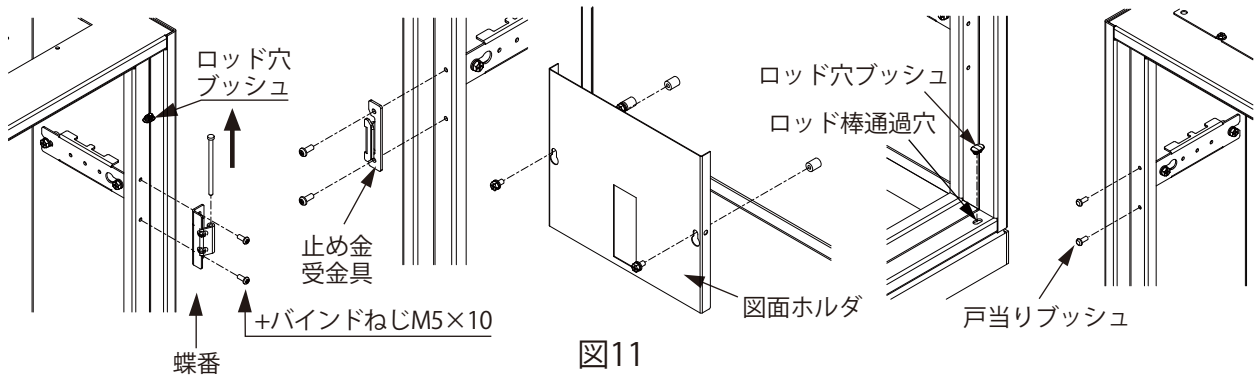

図11
- 1.扉を外し、蝶番、止め金受金具、図面ホルダ、ロッド穴ブッシュおよび戸当りブッシュ(止め金受金具の上下に4カ所使用)を外します。(図11)
- 2.蝶番、止め金受金具(片扉のみ)を外して、再度ねじのみを取付けます。(図11)